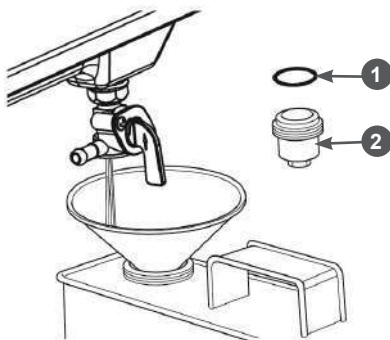

Рис. 24 Слив топлива с топливного бака
- откройте стакан 2 отстойника (Рис. 24);
- откройте топливный кран и слейте топливо в приготовленную для этого ёмкость (Рис. 24);
- установите на место стакан отстойника. Перед установкой убедитесь в том, что уплотнительное кольцо 1 находится на месте и не повреждено (Рис. 24).